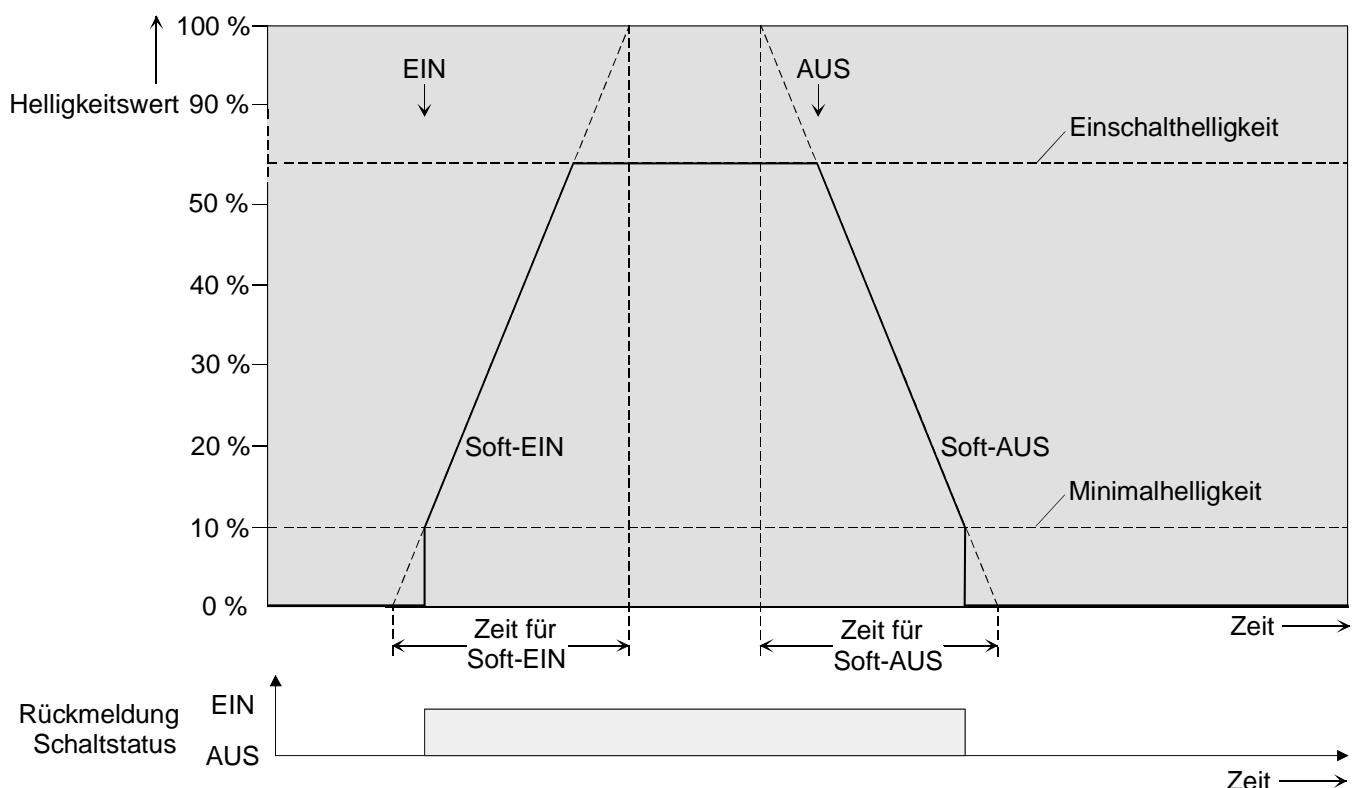

Bild 22: Dimmverhalten der Soft-EIN/AUS-Funktionen
Bei aktiverter Soft-EIN-Funktion wird beim Einschalten ein Dimmvorgang bis zur parametrierten Einschalthelligkeit ausgeführt. Das erfolgt auch dann, wenn die DALI-Gruppe bereits auf einen Helligkeitswert kleiner Einschalthelligkeit eingeschaltet ist. Analog wird bei der Soft-AUS-Funktion beim Empfang eines AUS-Telegramms ein Dimmvorgang auf 0 % Helligkeit ausgeführt (vgl. Bild 22).
- Der Dimmvorgang einer Soft-EIN-Funktion beginnt bei der im ETS Plug-In konfigurierten Minimalhelligkeit. Wenn eine DALI-Gruppe ausgeschaltet ist (Helligkeitswert = 0 %) und eingeschaltet wird, springt die Gruppe die parametrierte Minimalhelligkeit an und beginnt mit dem Soft-EIN-Dimmvorgang auf Einschalthelligkeit (vgl. Bild 22).